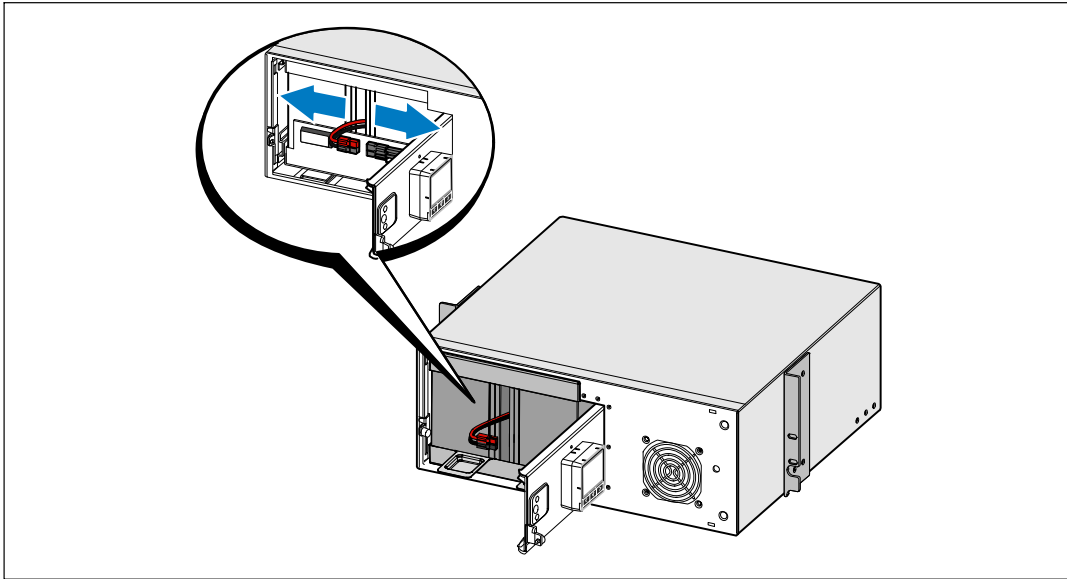

Figura 25. Cómo desconectar el conector de la batería interna
- 5 Desconecte los conectores de la batería interna (consulte Figura 25).